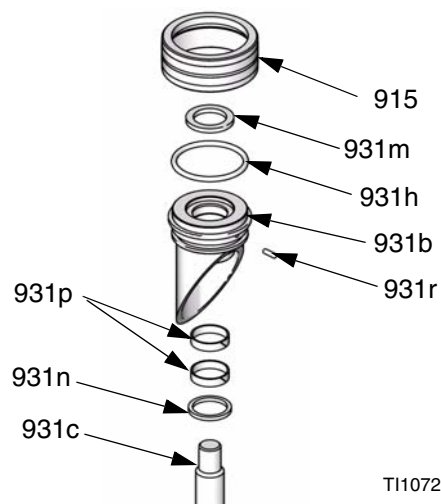

FIG. 37 : Palier de la tige de piston S20
3. Dévisser le chapeau du vérin (915) et retirer le logement de la tige (931b) de la tige du piston (931c). Voir FIG. 37.